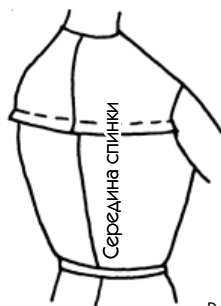

Рис. 42
5. Слишком длинная спинка лифа (рис. 42).
Излишек ткани будет убран от одной проймы к другой (рис. 42).